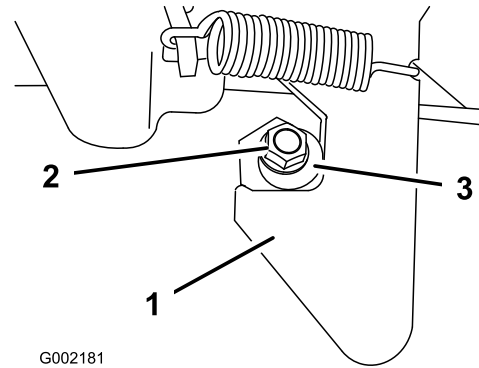

Figura 21
2. Abbassate delicatamente la parte anteriore del pianale fino a quando il fermo non entra a contatto con la colonnetta di ancoraggio (Figura 21).
4. Allentate il dado di bloccaggio sull'estremità della colonnetta di ancoraggio (Figura 21).
5. Ruotate la colonnetta di ancoraggio in senso orario finché non si trova saldamente contro la sezione di aggancio del fermo (Figura 21).